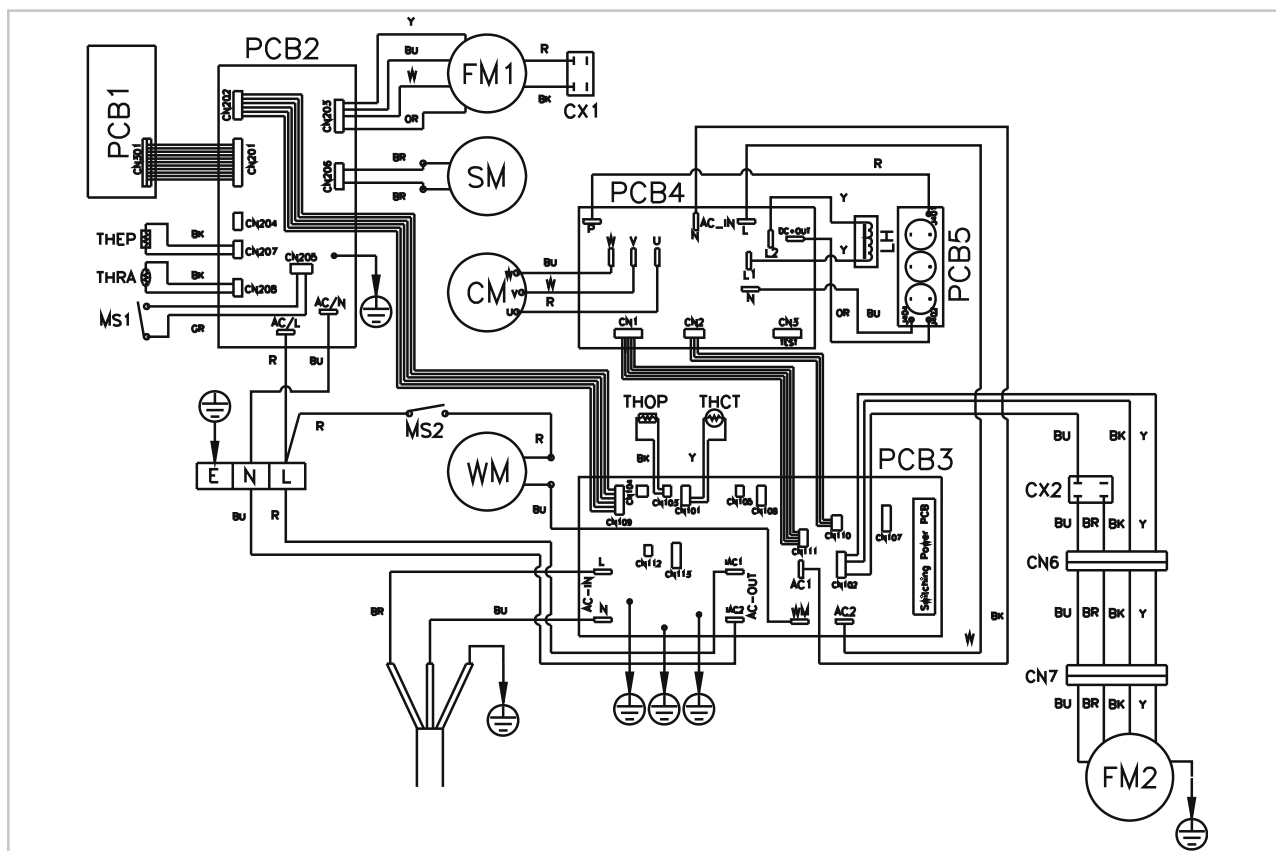

Afb. 16: Beschermkappen opschroeven
- 13.►** Schroef de meegeleverde beschermkappen op de 4 koppelingshelften (Afb. 16).